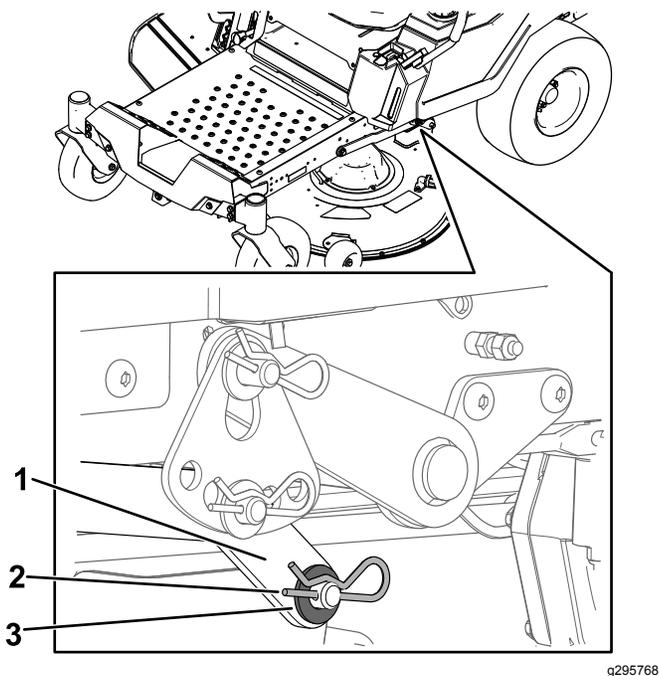

Рисунок 70
7. На одной стороне машины извлеките шайбу и игольчатый шплинт из штифта деки (Рисунок 70).
5. На одной стороне машины поднимите заднюю часть деки газонокосилки и установите подъемный рычаг на штифт деки (Рисунок 70).
6. Установите подъемный рычаг с помощью шайбы и игольчатого шплинта (Рисунок 70).